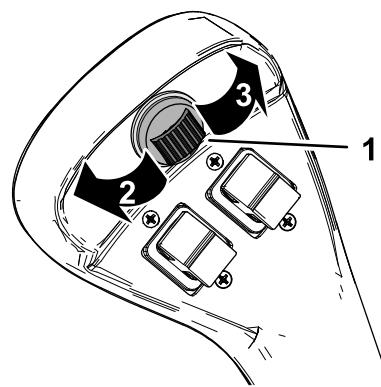

Figure 15
La commande auxiliaire (Figure 15) permet de commander certains outils proposés en option.
- Poussez la commande auxiliaire vers la droite jusqu'à ce qu'elle se bloque en position pour actionner un outil hydraulique en avant (Figure 15). Utilisez la commande principale pour commander la fonction; voir Commande principale de l'outil \(page 16\).